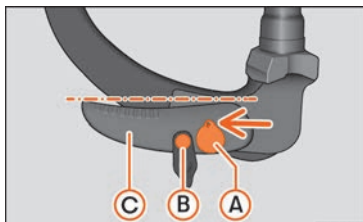

Abb. 253 Ruheposition: Überprüfung der Position
- Der Schlüssel » Abb. 253 ① befindet sich in entriegelter Position (das Loch des Schlüssels zeigt nach oben).
- Der Entriegelungsbolzen » Abb. 253 kann bewegt werden ②.
- Der Hebel » Abb. 253 ③ befindet sich in der unteren Position.